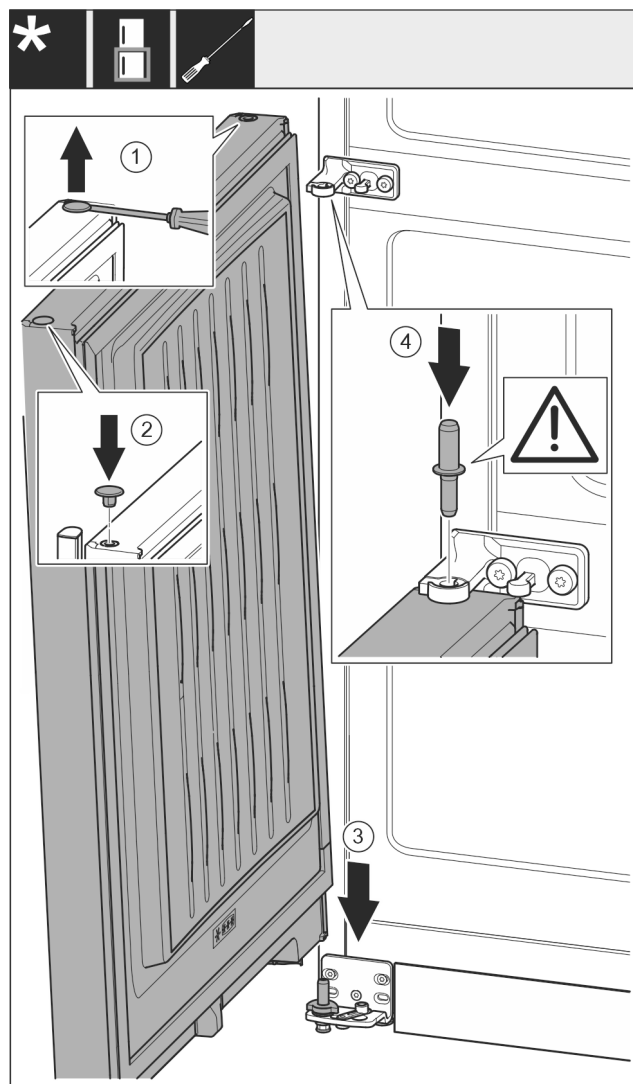

Fig. 54
- Zátku Fig. 54 (1) opatrně nadzvedněte plochým šroubovákem a vytáhněte.
- Zátku Fig. 54 (2) opět vložte na druhé straně dveří.
- Dveře Fig. 54 (3) nasad'te shora na dolní ložiskový čep.
- Prostřední ložiskový čep Fig. 54 (4) vložte do dolních dveří přes prostřední stojan ložiska. Přitom dávejte pozor, aby zajišťovací vačka směřovala dozadu.